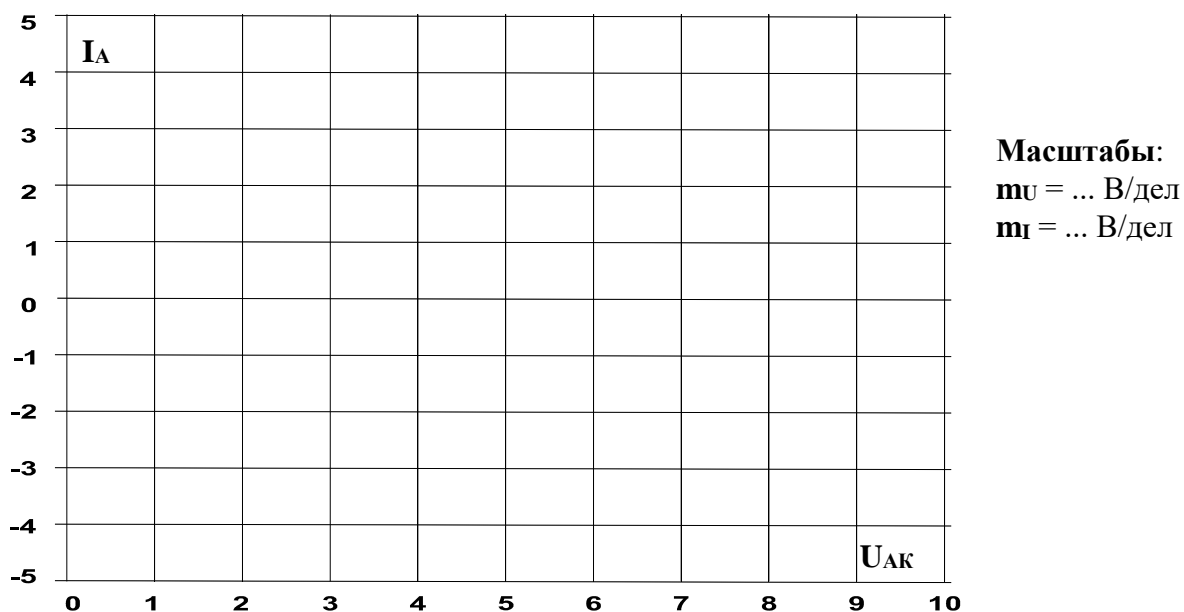

Рис. 6.2.5
- Включите режим XY осциллографа (канал V0 по входу X и канал A1 по входу Y), получите на экране изображение вольтамперной характеристики  $I_A(U_{ак})$ . Проследите за ее изменением при увеличении и уменьшении тока управления и перерисуйте на график (рис. 6.2.5) при  $I_y > I_{отп}$  и  $I_y < I_{отп}$ . Не забудьте указать масштабы.